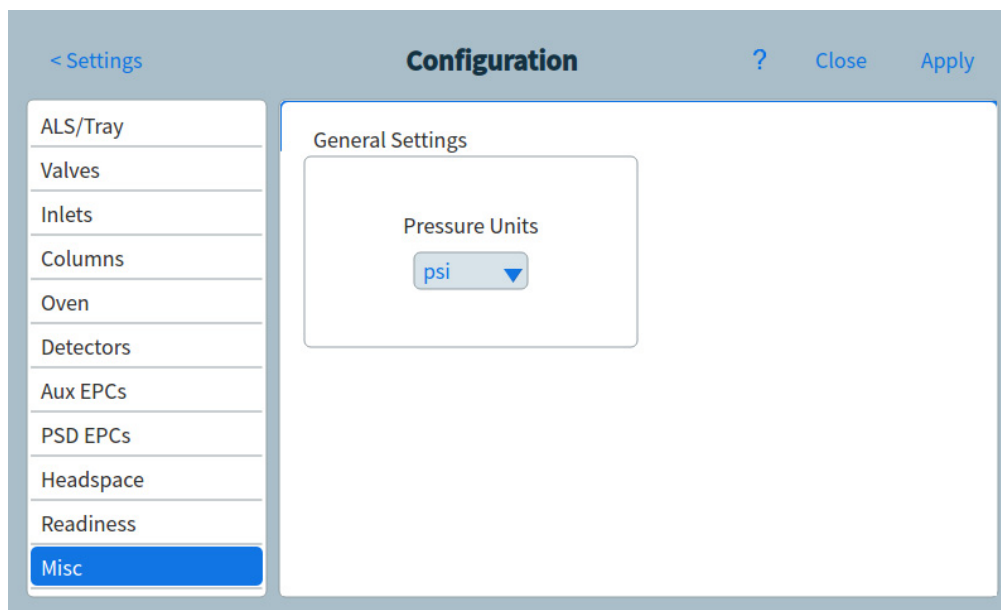

Figura 73. Página de otros ajustes
- 1 Seleccione **Ajustes (Settings)** > **Configuración (Configuration)** > **Misc**. Consulte **Figura 73**.